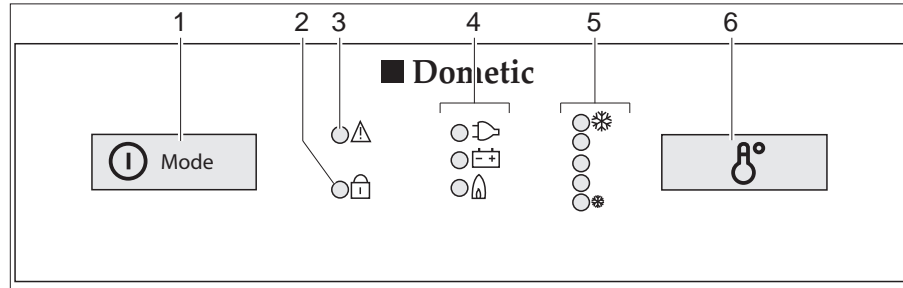

Fig. 226 Elementi di comando per il frigorifero (serie Dometic 8 con SMSE)
- Premere l'inseritore/selettore di energia (Fig. 226,1) per 2 secondi, per accendere l'apparecchio. Il LED dell'ultima modalità di funzionamento prescelta si accende.
- Eventualmente premere più volte e brevemente l'inseritore/selettore di energia (Fig. 226,1), fino a quando l'indicazione di funzionamento GAS "🔥" si accende. L'alimentazione del gas è ora aperta. L'accensione avviene automaticamente. È udibile un ticchettio fino a quando procedura di accensione non è stata portata a termine.
- Impostare la temperatura di refrigerazione con l'interruttore per la regolazione della temperatura (Fig. 226,6).
- Eventualmente premere più volte e brevemente l'inseritore/selettore di energia (Fig. 226,1), fino a quando l'indicazione di funzionamento a 230 V "⚡" si accende.
- Eventualmente premere più volte e brevemente l'inseritore/selettore di energia (Fig. 226,1), fino a quando l'indicatore di funzionamento a 12 V "⊕" si accende.